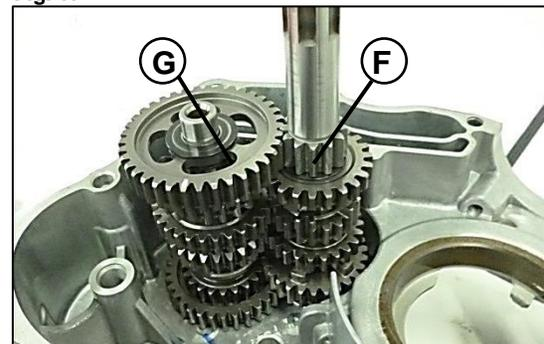

Fig. 18
Removemos los dos ejes primario (F) y secundario (G) al mismo tiempo para un desensamble exitoso. **Fig. 18**